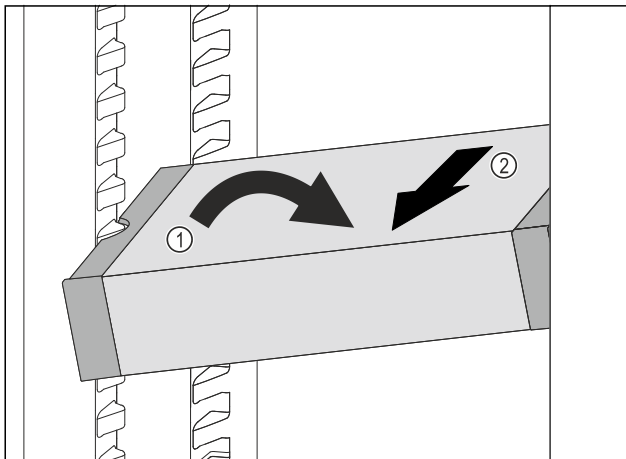

Fig. 139
- ▶ Incliner le VarioSafe dans la partie réfrigérateur. Fig. 139 (1)
- ▶ Sortir le tiroir VarioSafe par l'avant. Fig. 139 (2)